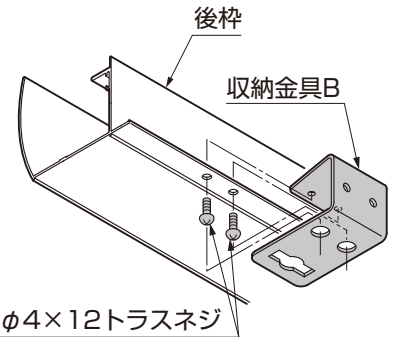

図4-2
- ② 収納金具Bを【2-10】で後枠に取付けてください。(図4-2参照)